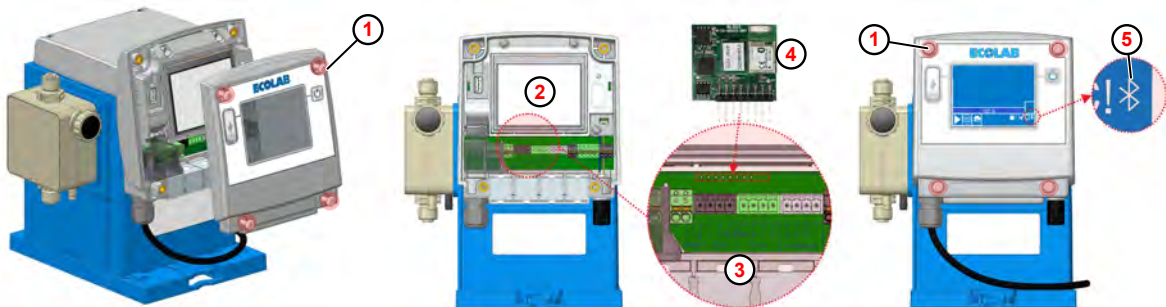

Fig. 117: Actualización con placa Bluetooth de circuitos impresos
1. Soltar los tornillos de la tapa (Fig. 117 , ①) con una llave Torx (TX25).
2. Retirar la tapa ② tirando hacia delante.
3. Retirar los conectores con la numeración 4-5, 6-8, 10-13 y 14-17 ③ para dejar espacio libre para el montaje de la placa Bluetooth.
4. Introducir presionando la placa Bluetooth ④ en la ranura.
7. Colocar la tapa frontal ② sobre la carcasa en la posición correcta.